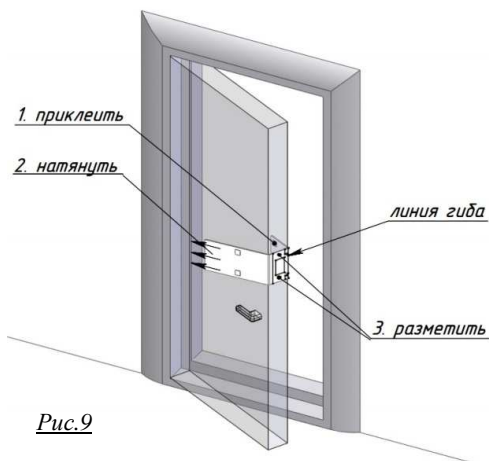

Рис.9
4. На торце дверного полотна наметьте шилом габариты паза и центры крепежных отверстий запорной планки (см. рис.9).